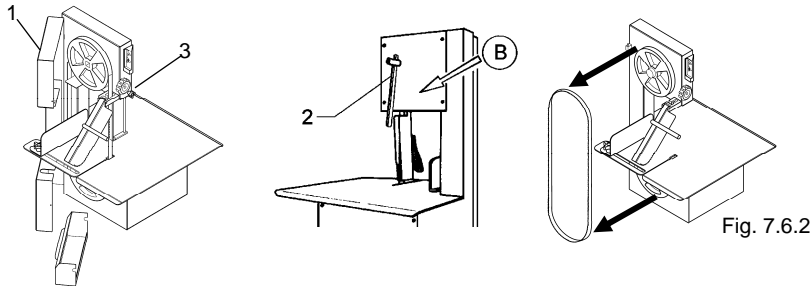

Fig. 7.6.2
7.6.2 - Substitution de la lame (Fig. 7.6.2)
- Placer le levier "2" vers le bas, comme indiqué sur la Fig. 7.6.2 par la flèche "B".